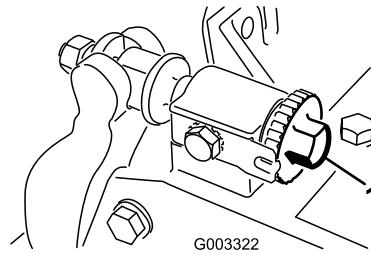
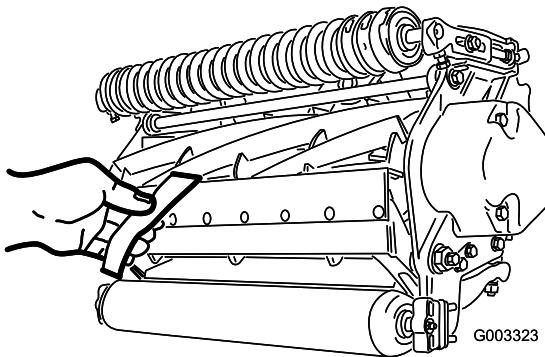

Figure 11
Figure 12
1. Placez la machine sur un sol plat et horizontal. Supprimez le contact avec le cylindre en tournant les vis de réglage de la barre d'appui dans le sens anti-horaire (Figure 11).
Important: Vérifiez que les écrous au bout des vis de réglage de la contre-lame ne reposent pas sur la surface de travail (Figure 11).
3. À une extrémité du cylindre, insérez une bande de papier journal entre le cylindre et la contre-lame (Figure 12). Tout en tournant lentement le cylindre en avant, tournez la vis de réglage de la barre d'appui dans le sens horaire (du même côté du cylindre) (Figure 11), un cran à la fois, jusqu'à ce que le papier soit pincé légèrement lorsque vous l'introduisez par l'avant, parallèle à la contre-lame. Vous devriez sentir une légère résistance lorsque vous tirez sur le papier.
5. Vérifiez ensuite si le cylindre peut saisir le morceau de papier inséré par l'avant et le couper lorsqu'il est inséré perpendiculairement à la contre-lame (Figure 12). Normalement, le papier doit être coupé avec un minimum de contact entre la contre-lame et les lames du cylindre. Si vous sentez un frottement ou un contact excessif du cylindre, vous devez alors roder ou rectifier les lames pour obtenir les tranchants nécessaires à une coupe de précision (voir le Manuel d'affûtage pour tondeuses rotatives et à cylindres Toro, Form No. 80-300PT).